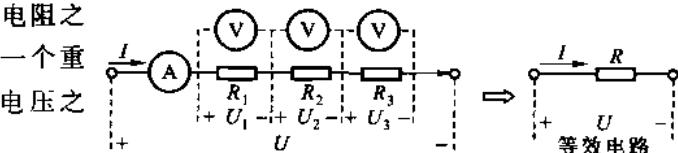

图 8.5 电阻的串联
**电阻的串联** 图 8.5 是电阻串联电路. 你已知道, 通过串联电路各电阻的电流都等于  $I$ , 串联电路的等效电阻(总电阻)  $R$  等于各电阻之和( $R = R_1 + R_2 + R_3$ ). 串联电路还有一个重要性质: 它两端的总电压等于各电阻电压之和, 即